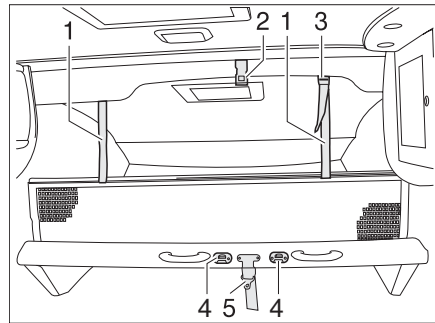

Bild 143 Hubbett manuell
- Das Hubbett mit dem Sicherungsgurt (Bild 143,5) am Dach (Bild 143,2) sichern.
- Die Aufstiegsleiter mit den beiden Bügeln in die Krampen (Bild 143,4) am Hubbett einhängen.
- Die Haltebänder (Bild 143,1) in die Halterungen an der Decke (Bild 143,2) einrasten.
- Die Haltebänder (Bild 143,1) in die Halterungen (Bild 143,3) an der Decke einrasten.